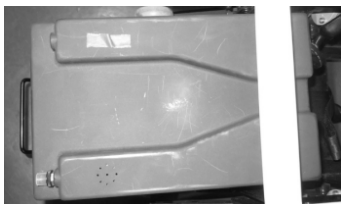

Figura 1
1. La silla de ruedas utiliza dos baterías conectadas en serie (ver figura 1).